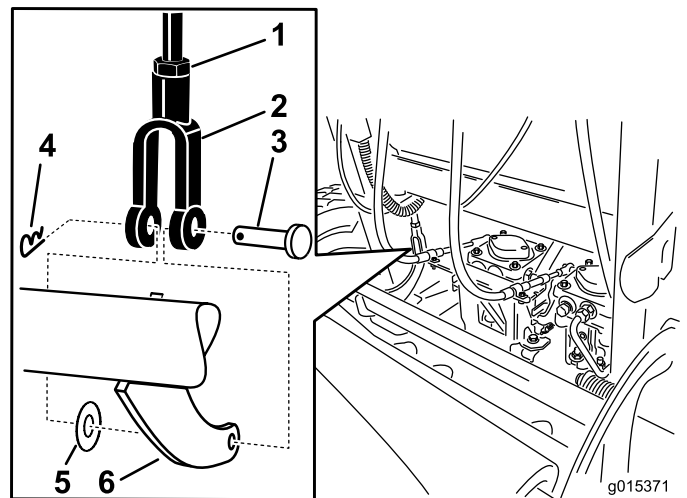

Figura 72
5. Para ajustar el freno, retire la chaveta y el pasador de la palanca de freno inferior y la horquilla (Figura 72).
6. Afloje la contratuerca (Figura 72).
7. Gire la horquilla (Figura 72).
8. Sujete la horquilla a la palanca de freno inferior con el pasador y la chaveta (Figura 72).
9. Apriete la contratuerca (Figura 72).